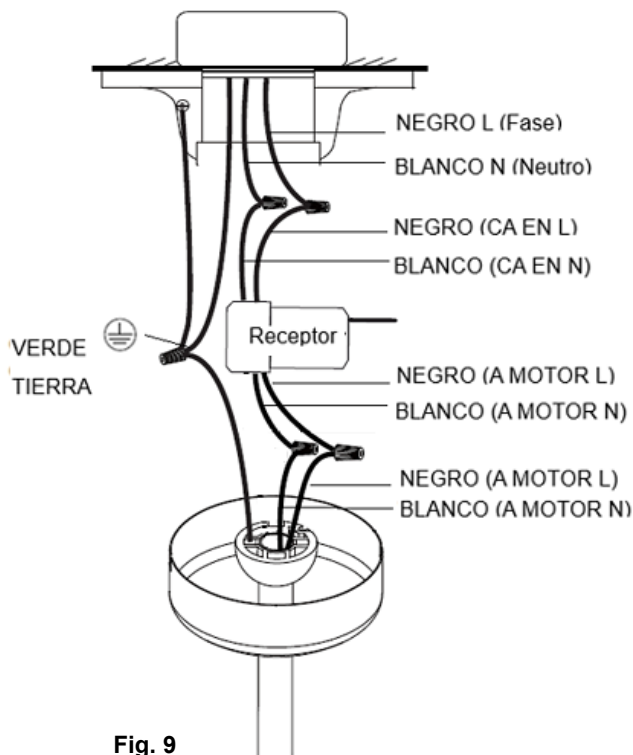

Fig. 9
1. Conecte el cable de fase doméstico (negro) al cable de entrada del receptor (negro, CA EN L) como muestra la **Fig. 9**